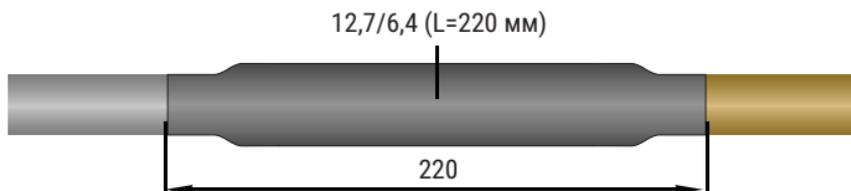

Рисунок 11
3.16. На соединение поочерёдно надвинуть и поочерёдно усадить термоусадочные трубки (*Рисунок 11*):